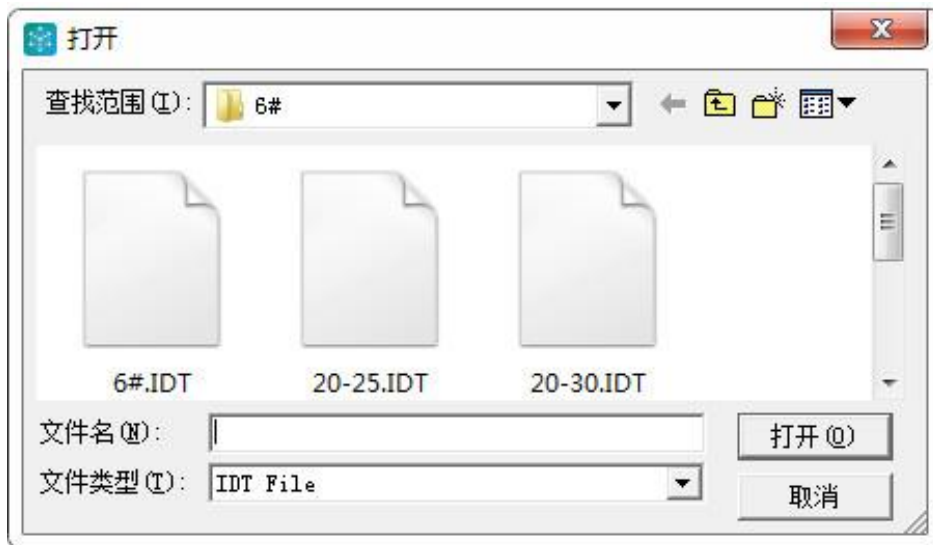

图 3-2 数据打开界面
1) 打开：单击“打开”，出现打开文件界面，如图 3-2 所示。